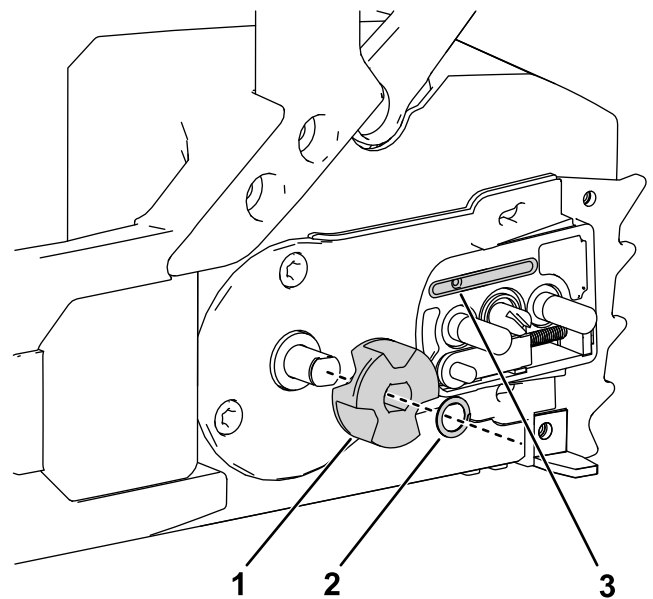

Figura 29
5. Retire el clip y el piñón de arrastre de la motosierra (Figura 29).
9. Compruebe que la salida de aceite (Figura 29) está libre de residuos; limpie la zona si es necesario.